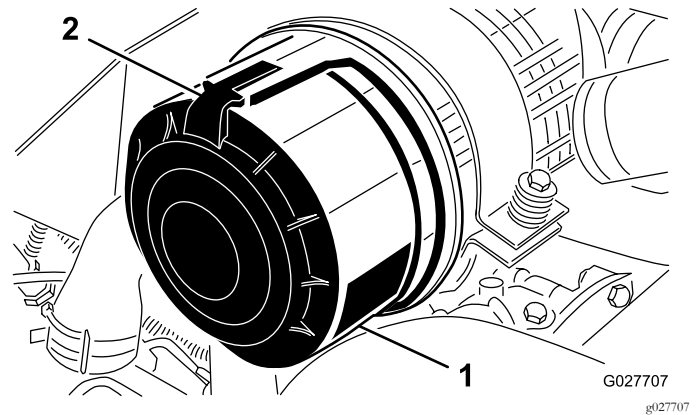

Figure 62
1. Desserrez les fixations qui maintiennent le couvercle sur le boîtier du filtre à air (Figure 62).